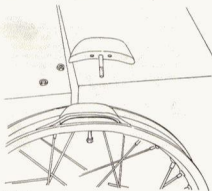

Bild 231
- 3 Wuchtmassen aus Bleibech an insgesamt 5 Speichen zum Ausgleich der durch den Reifenhalter entstandenen Unwucht. Siehe auch Bild 231!